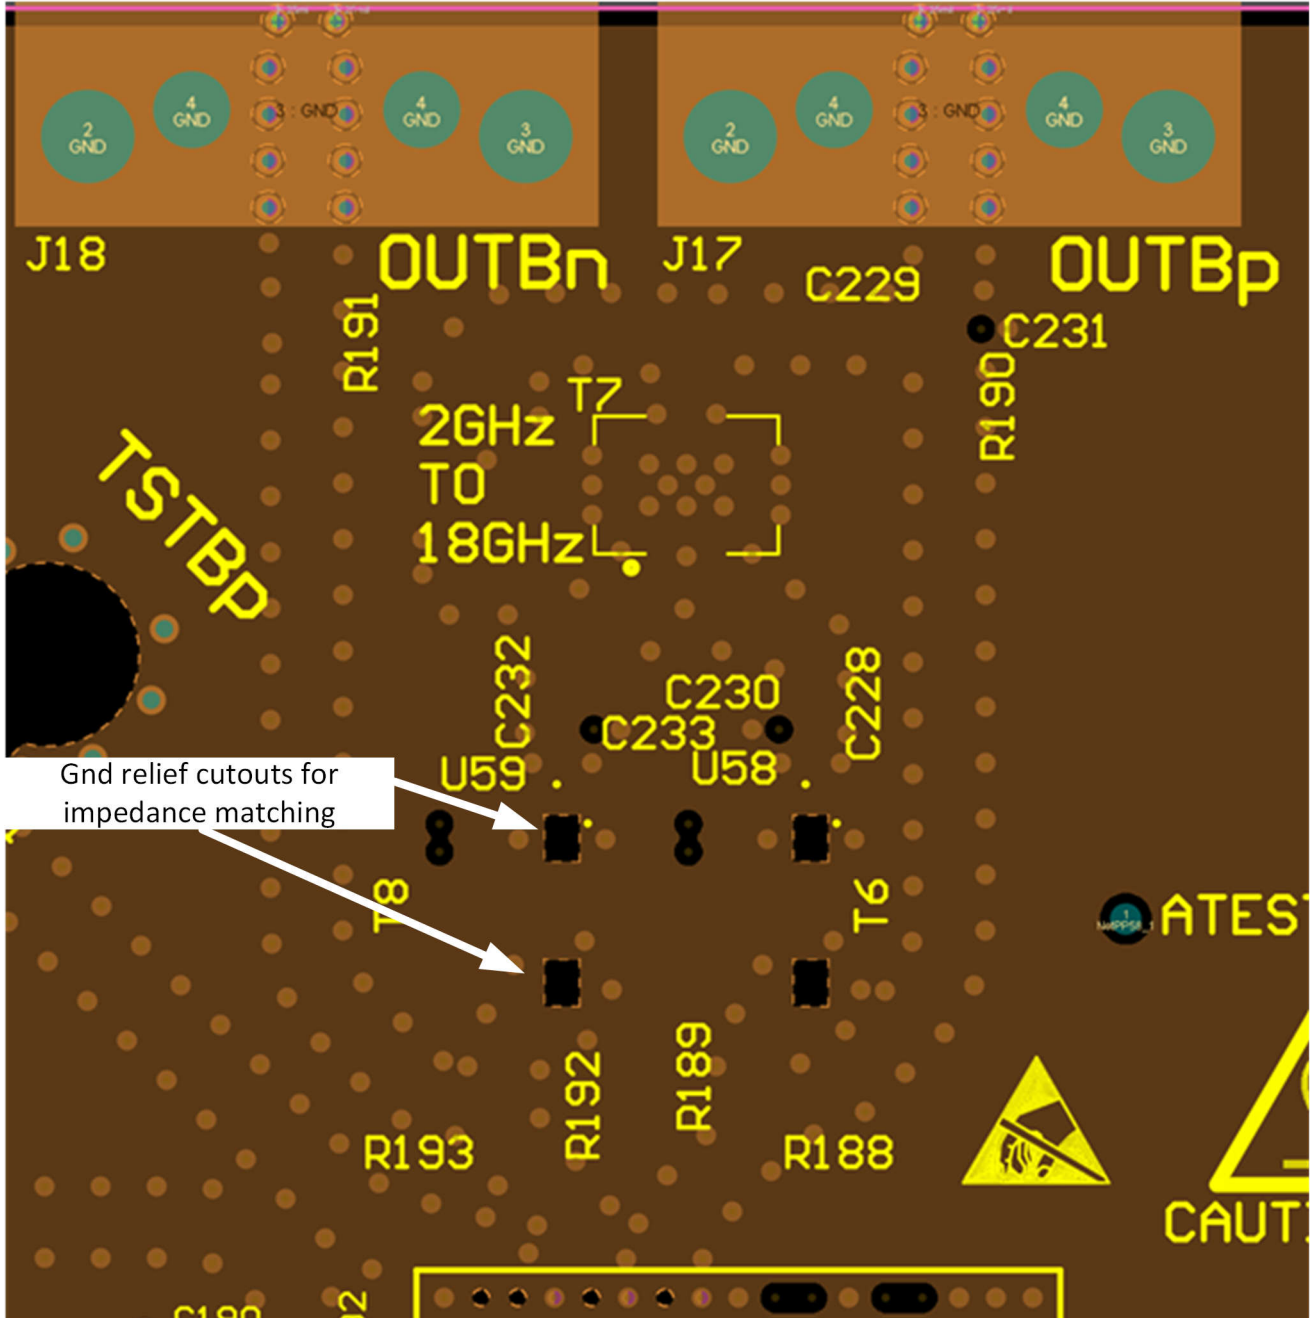

图 9-11. 平衡-非平衡变压器引脚下方的接地开孔
- 在元件着陆垫（例如 SMA 连接器、平衡-非平衡变压器等）上引入所需的任何接地平面开孔，以避免这些位置的阻抗不连续。在这些着陆垫下方的一个或多个接地平面上进行开孔，以实现焊盘尺寸或层叠高度，从而实现所需的 $50\ \Omega$ 单端阻抗。请参阅图 9-11 和一个示例。